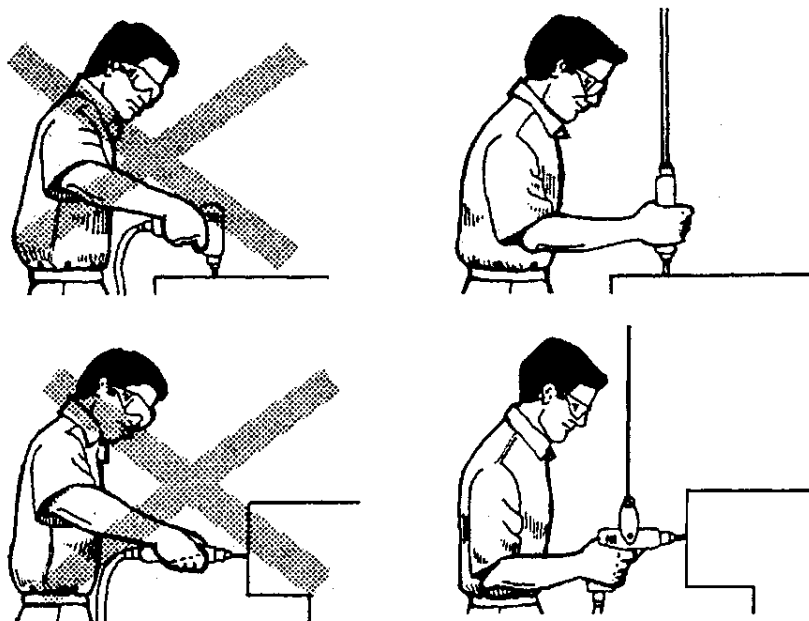

Рис. 11. Инструмент в работе должен находиться на уровне чуть ниже локтя и перед туловищем
3.1.4. Держать инструмент чуть ниже локтя и перед туловищем (рис. 11). Для ног не должно быть преград. При работе с использованием ручных электрических машин в стационарных условиях целесообразно применять подвеску инструмента.